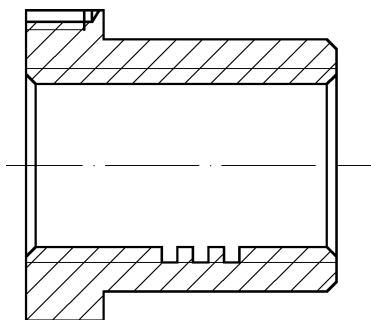

图 11-41 绘制齿根线示例
5) 绘制齿根线。选择“细实线”为当前图层，选择“绘图”面板→“构造线”命令，输入0，输入偏移距离25，指定中心轴线和偏移方向，进行修剪后的结果如图11-41所示。